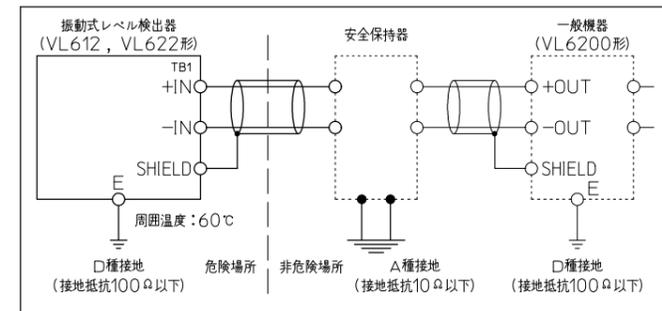

Fig. 4
- センサ・変換器・安全保持器は、それぞれFig. 4のように接地を行ってください。